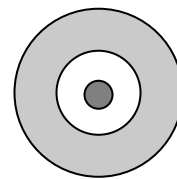

图 5
- ② 然后，将 Z 台下降被检测镜头壁厚的高度，在图 5 的位置上，将焦点对准表面，将点连接。